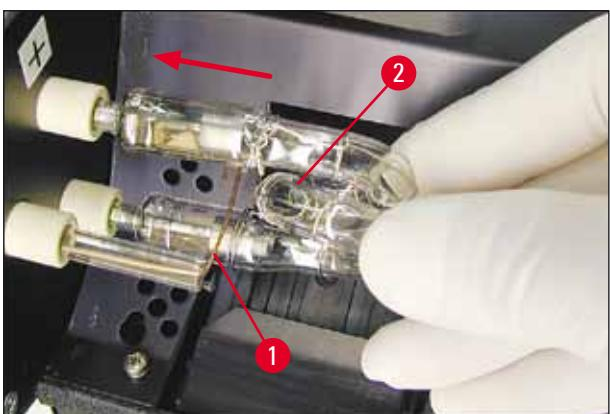

Рис. 23
- Вставьте новую лампу-вспышку (→ "Рис. 21") в патрон (→ "Рис. 20-3"), а затем осторожно вдавите ее внутрь до упора (→ "Рис. 23") (отметка полярности (+) больше не должна быть видна). При необходимости осторожно поддвигайте лампу-вспышку вверх и вниз.